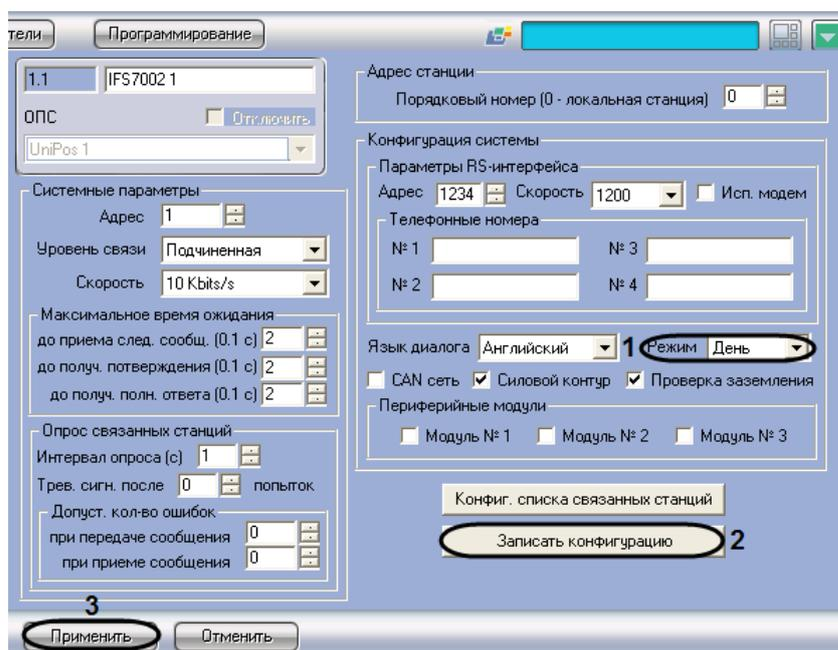

Рис. 3.3-3 Выбор режима работы станции IFS7002
1. Перейти на панель настройки объекта **IFS7002** (Рис. 3.3-3).
2. Из раскрывающегося списка **Режим** выбрать требуемый режим работы станции (см. Рис. 3.3-3, 1)
3. Для применения настроек на станции нажать кнопку **Записать конфигурацию** (см. Рис. 3.3-3, 2)
4. Для сохранения настроек во внутренней базе данных ПК *Интеллект* нажать кнопку **Применить** (см. Рис. 3.3-3, 3)